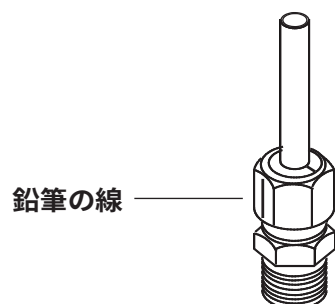

図 18. フィッティングのマーキング
- 6 鉛筆でナットに線を引きます。図 18 を参照してください。